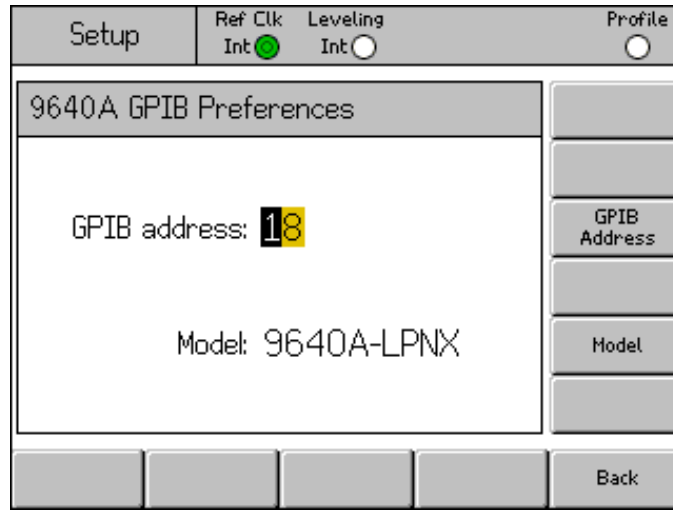

Abbildung 3-22. 3335 GPIB-Präferenzen – GPIB-Adresse
6. Verwenden Sie das Scrollrad, die Tasten \uparrow \downarrow oder das Tastenfeld, um die neue Adresse einzugeben. Das kann die gleiche Adresse wie die einer anderen Persönlichkeit sein, da immer nur eine aktiv ist. Siehe Abbildung 3-22.